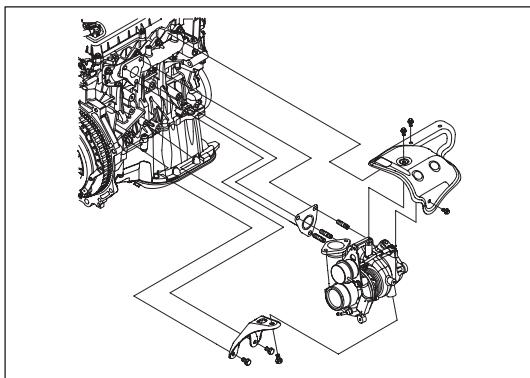

Рис. 7-2-12. Установка термозащитного экрана турбонагнетателя и кронштейна крепления турбонагнетателя
(10) Установить термозащитный экран турбонагнетателя и закрепить его с помощью трех фланцевых болтов M6×12, как показано на рис. 7-2-12.
(11) Закрепить кронштейн крепления турбонагнетателя на самом турбонагнетателе и корпусе блока цилиндров с помощью трех фланцевых болтов M8×16 с плоскими прокладками, как показано на рис. 7-2-12. Затянуть болты с соблюдением момента затяжки.